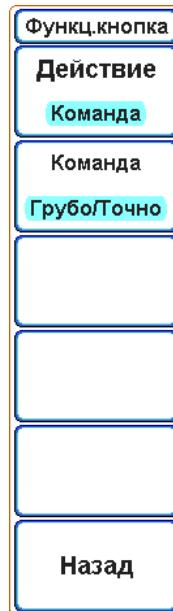

Рисунок 6.37 – Экранное меню «Функц. кнопка»
- Перейти в главное меню, нажав кнопку «МЕНЮ» в блоке «УСТАНОВКА» (рисунок 6.1, поз. 3). Затем последовательно нажать экранные кнопки «Далее» и «Функц. кнопка», чтобы вызвать меню «Функц. кнопка» (рисунок 6.37);